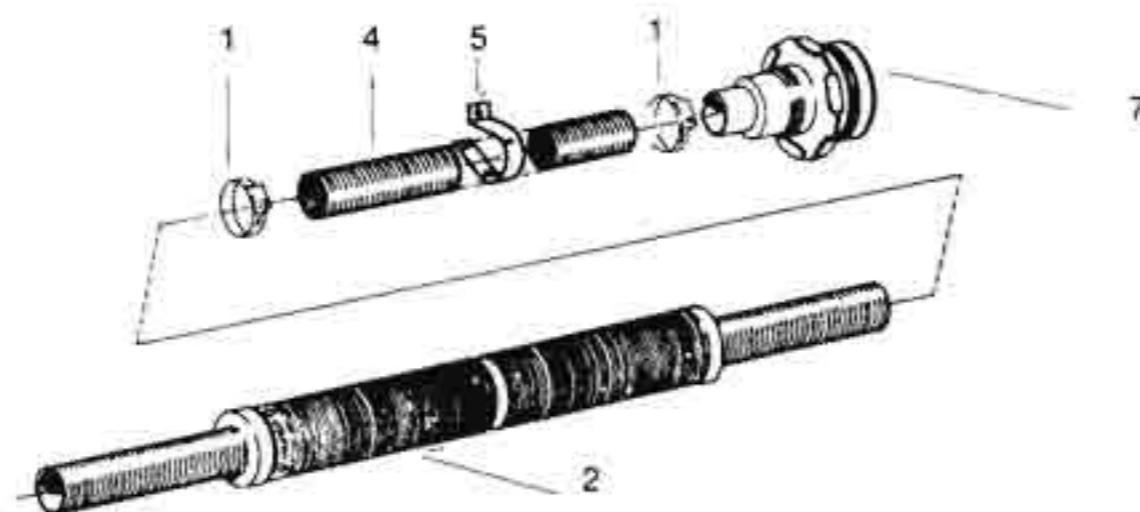

Fig 3
**Monteringsdetaljer****Installation components****Montageteile****Avgassystem Fig. 3****Exhaust system Fig. 3****Abgasanlage Abb. 3**